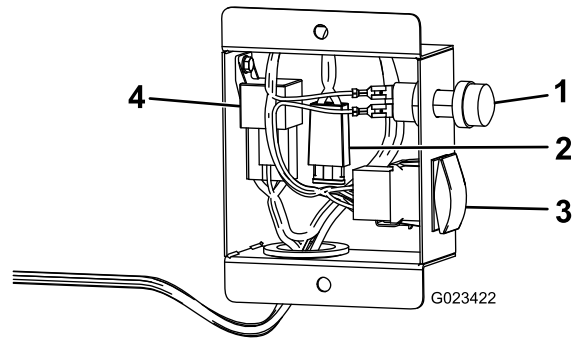

Figura 4
2. Bajando por el arnés de cables, conecte el arnés al interruptor de caudal, al botón del carrete de la manguera y al relé de potencia (Figura 4).